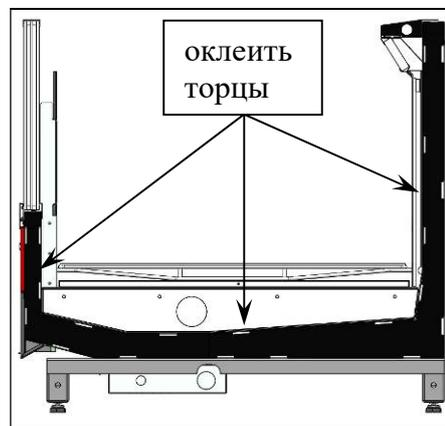

рис. 2
1. Оклеить торцы стыкуемых витрин KRIOS лентой противоконденсатной 50X3, входящую в комплектацию витрин (рис.2);